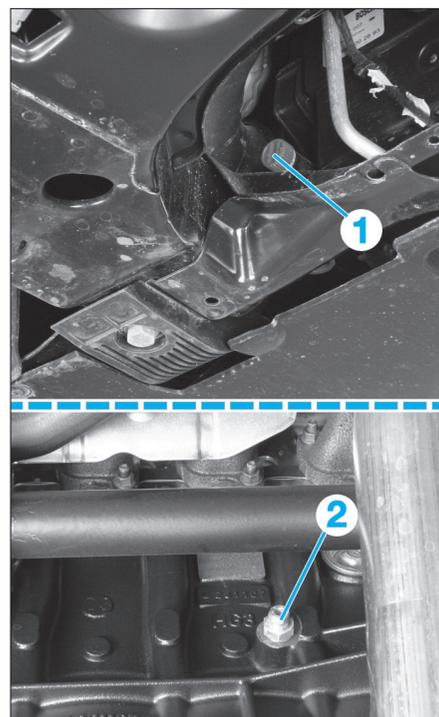

FIG. 35
- Ouvrir la vis de vidange du radiateur (1) et la vis de vidange du bloc-cylindres (2) (Fig.35).